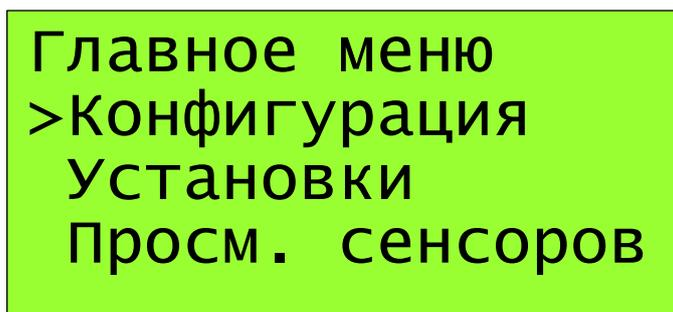

Рис. 12
6.3.1. Вход в режим **Главного меню** из режима «Измерение» производится нажатием клавиши «**Esc**» на клавиатуре контроллера ИКТС-11. Соответствующий вид ЖК индикатора показан на *Рис. 12*.